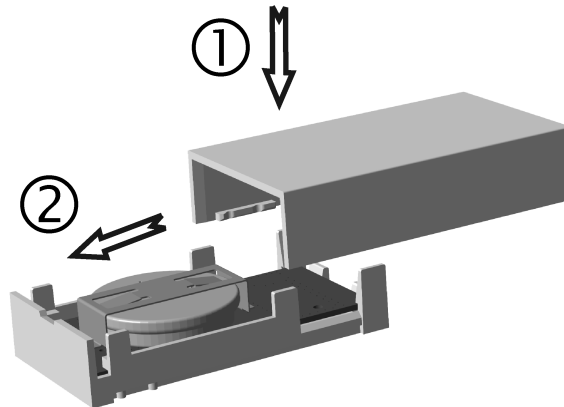

Figure 4: Fermeture du boîtier
- Mettre à nouveau en place le couvercle du boîtier et rassembler le boîtier jusqu'à ce qu'il s'encliquète (Figure 4).